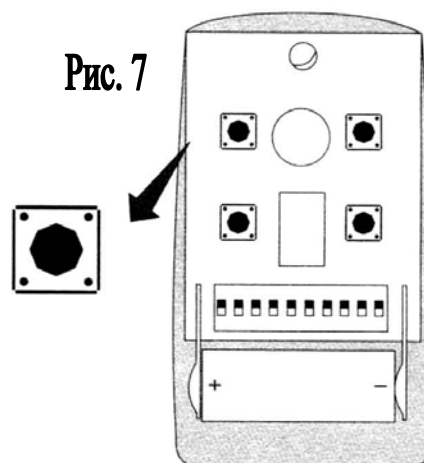

Рис. 7
- 3) Нажмите желаемую кнопку на передатчике (Рис. 7).